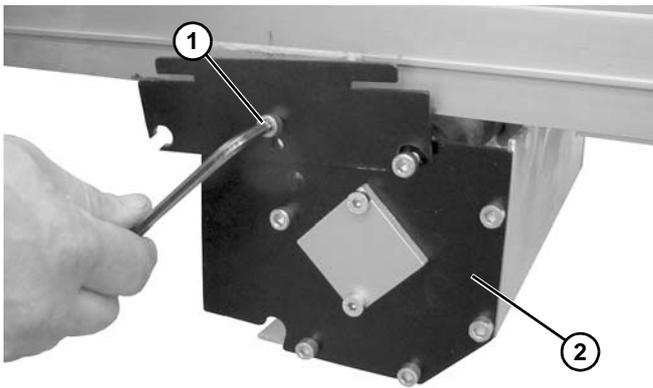

Abbildung 49
5. Schraube (**Abbildung 49, Teil 1**) auf beiden Seiten der Halterung lösen und die Aufnahmerolle (**Abbildung 49, Teil 2**) entfernen.